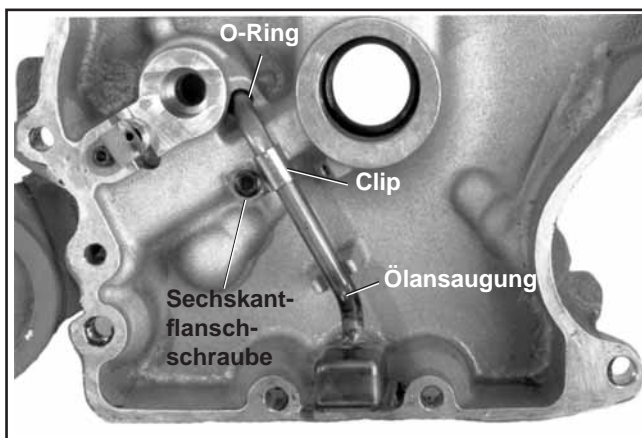

Abbildung 11-18. Einbau der Ölansaugungsteile.
1. Installieren Sie die Ölansaugung, O-Ring, Clip und Sechskantflanschschraube. Siehe Abbildung 11-18.